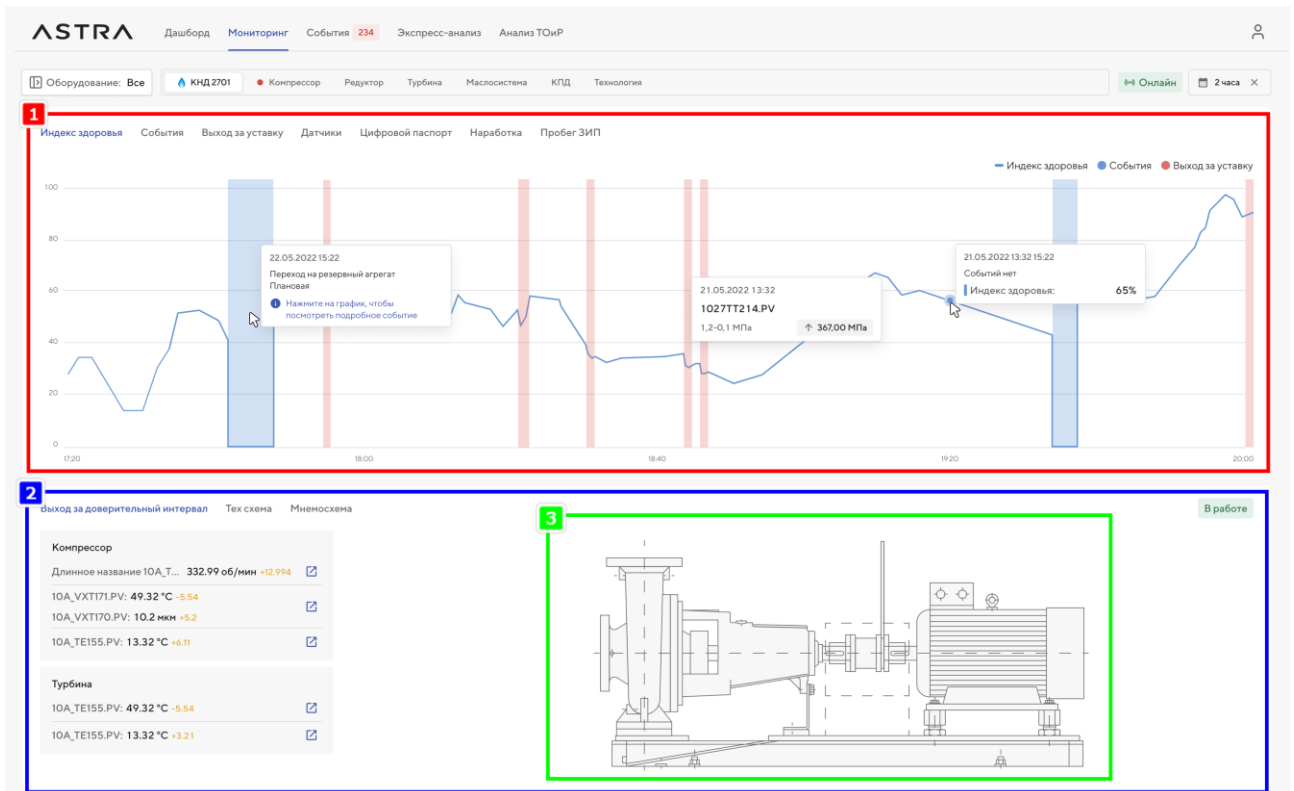

Рисунок 71 – Страница вкладки «Индекс здоровья»
Страница вкладки «Индекс здоровья» (Рисунок 71) содержит информацию о состоянии оборудования за выбранный промежуток времени, а также общую схему единицы оборудования.
- **Индекс здоровья** (1) – раздел расположен в верхней части страницы и содержит график состояния оборудования за указанный в поле фильтра промежуток времени (см. Рисунок 71);
- **Выход за доверительный интервал** (2) – раздел расположен в нижней части страницы и содержит: